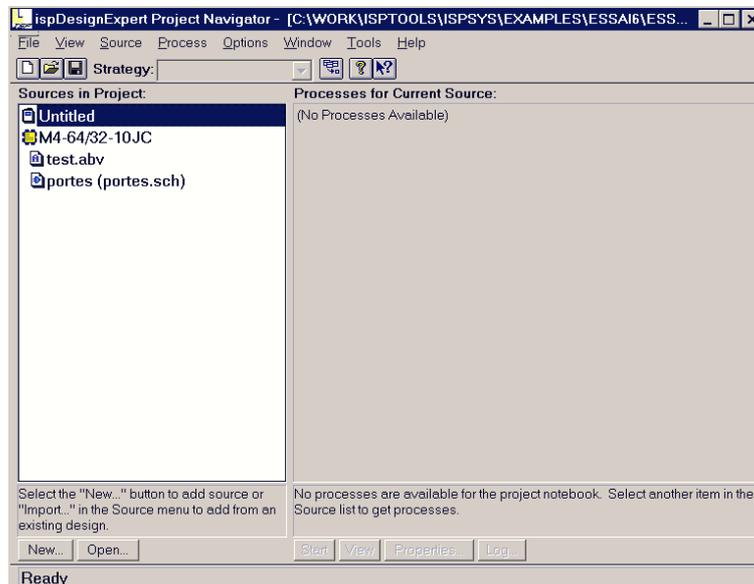

Figure 1
- Lancer le logiciel « ispDesignExpert System » situé dans « Lattice Semiconductor ». Une fenêtre similaire à la figure 1 doit s'ouvrir.